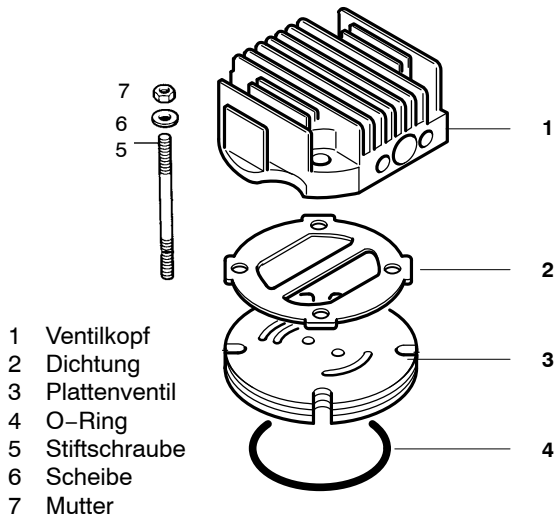

Abb. 36 Ventilkopf 1. Stufe
Das Saug- und Druckventil der 1. Stufe ist ein kombiniertes Plattenventil unter dem Ventilkopf, siehe Abb. 36.
- Vier Muttern (7) und Scheiben (6) vom Ventilkopf entfernen. Ventilkopf abnehmen.
- Dichtung (2) und Plattenventil (3) entfernen.
- Bei Einbau des neuen Ventils auf eingestanztes "S" achten, dieses bezeichnet die Saugventilseite und muß oben sein und außerdem zum Ansaugfilter hin zeigen, wie in Abb. 36 abgebildet. Die doppelten Öffnungen zeigen nach hinten zum Kühlerausgang. Der Steg der Dichtung (2) trennt die Einlaßöffnung von den beiden Auslaßöffnungen des Druckventils.